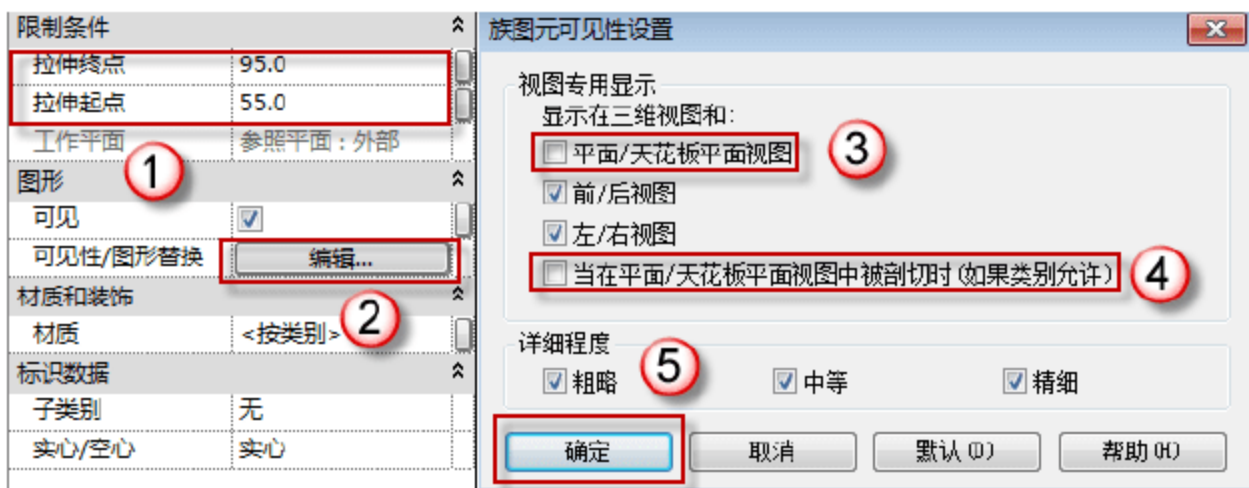

图 8.4.8 设置电梯门参数
(7) 设置电梯门参数。切换至“左”立面视图，分别更改“拉伸终点”和“拉伸起点”数值为“95”和“55”。接着单击“编辑”按钮，在弹出的“族图元可见性设置”对话框中取消“平面/天花板平面视图”和“当在平面/天花板平面视图被剖切时（如果类别允许）”复选框的选择，最后单击“确定”按钮，如图 8.4.8 所示。